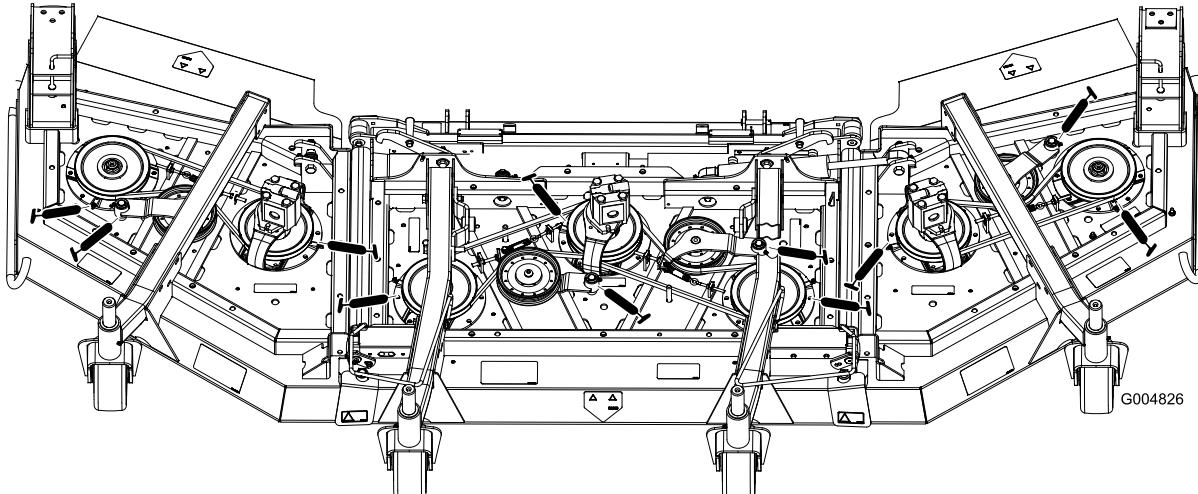

Bild 40
- Spindelwellenlager (3) (Bild 40)
- Spannarm-Drehbüchsen (2) (Bild 40)